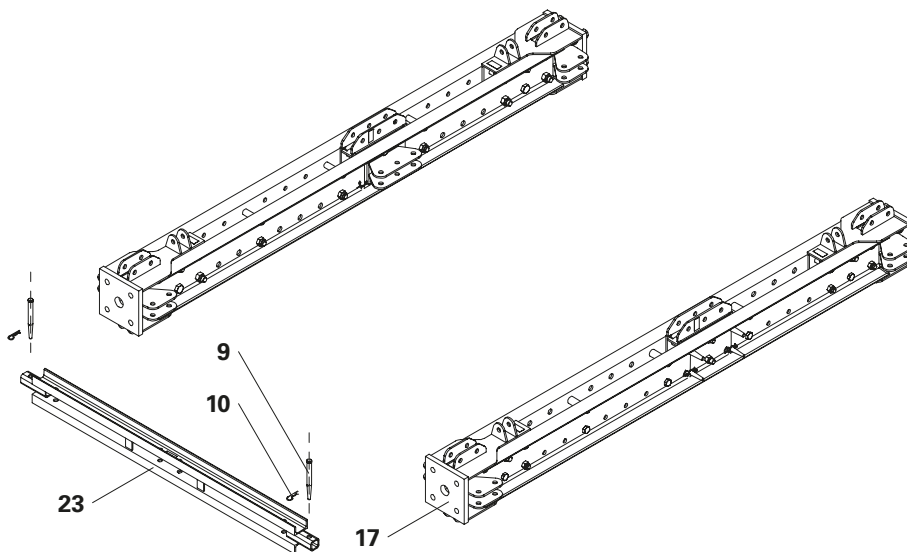

Fig. B3.01a
3. Fissare il perno con l'inserto a molla 4/1 (**10**). (Fig. B3.01a)